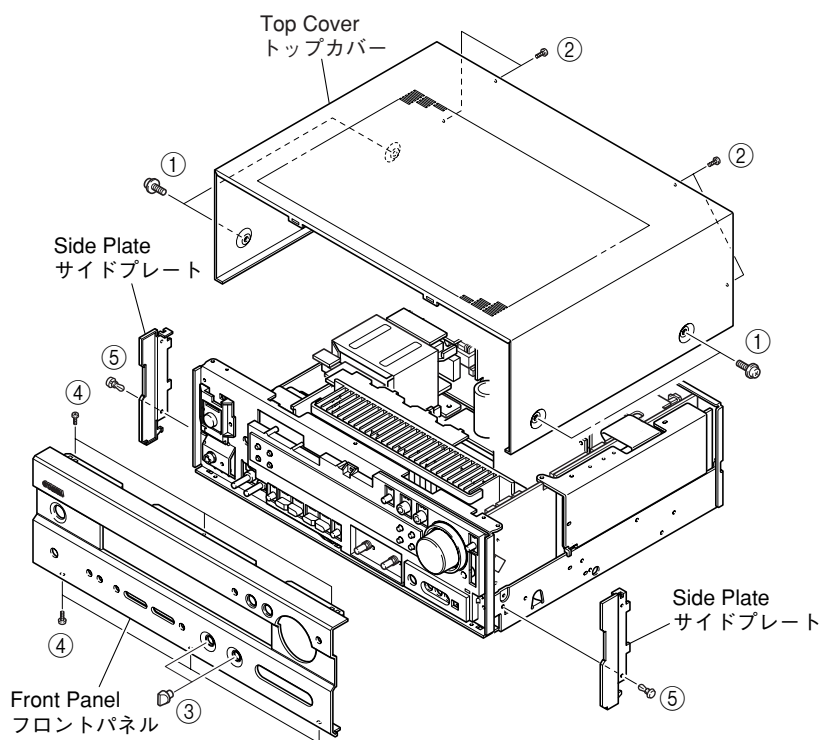

Fig. 1
- Remove 4 screws (①) and 4 screws (②). (Fig. 1)
- Slide the Top Cover rearward to remove it. (Fig. 1)
- Remove the BASS and TREBLE knobs (③). (Fig. 1)
- Remove 6 screws (④) and then remove the Front Panel. (Fig. 1)
- Remove 2 push rivets (⑤) and then remove the Side Plates. (Fig. 1)
- ①のネジ4本、②のネジ4本を外します。(Fig. 1)
- トップカバーを後方へスライドさせ、取り外します。(Fig. 1)
- ③のBASSツマミ、TREBLEを外します。(Fig. 1)
- ④のネジ6本を外し、フロントパネルを取り外します。(Fig. 1)
- ⑤のプッシュリベット2本を外し、サイドプレートを取り外します。(Fig. 1)